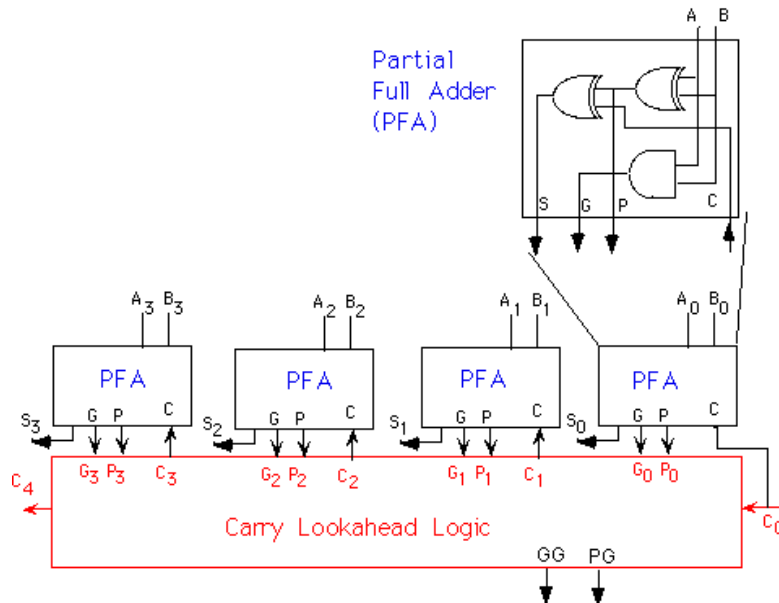
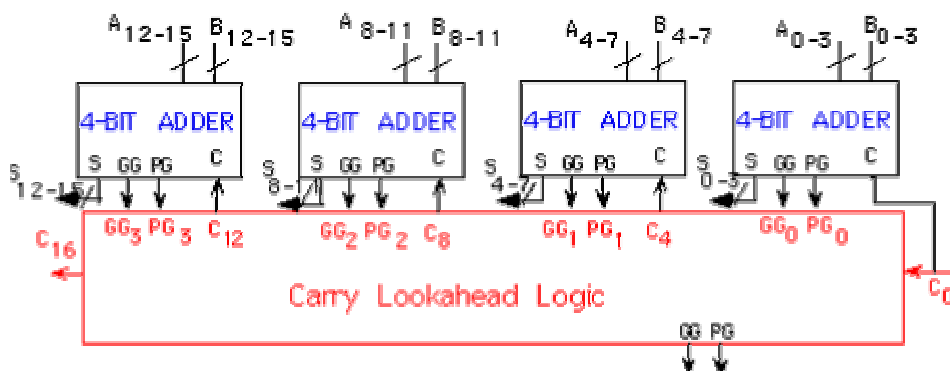

Figura 2: Sumador de 4 bits con acarreo adelantado
Figura 3: Sumador de 16 bits con acarreo adelantado
Con esta política de cálculo de acarreo adelantados es posible dividir el diseño de un sumador de 4 bits construyendo dos tipos de módulos, tal como muestra la figura 2:
- El sumador parcial completo (en la figura 2 como PFA *Partial Full Adder*)
De esta manera es posible encadenar la construcción de un sumador de 16 bits con cuatro sumadores de 4 bits y la utilización de nuevo del módulo cálculo de acarreos adelantados, tal como se muestra en la figura 3:
En primer lugar se van a describir en VHDL los módulos: sumador parcial completo (PFA) y la lógica de cálculo adelantado de los acarreos (ACARREOS) que aparecen en la figura 2. A partir de la descripción VHDL de estos módulos se generarán automáticamente sendos símbolos que servirán para montar un esquema del sumador con acarreo adelantado de 4 bits que aparece en la figura 2. A partir de este sumador se 4 bits se generará un símbolo con la intención de construir un sumador de 16 bits, tal como aparece en la figura 3.
Construir el sumador de 16 bits con acarreo adelantado es inmediato a partir de los bloques ya creados y de los procesos descritos. Para ello se debe crear un esquema nuevo que implemente el sumador de la figura 3. De nuevo es aconsejable utilizar la